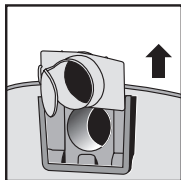

FIGURE 12
22. Retirez le déflecteur d'admission du guide du déflecteur. **NOTE** : Le tuyau doit être enlevé avant le retrait du déflecteur d'admission. **FIGURE 12.**